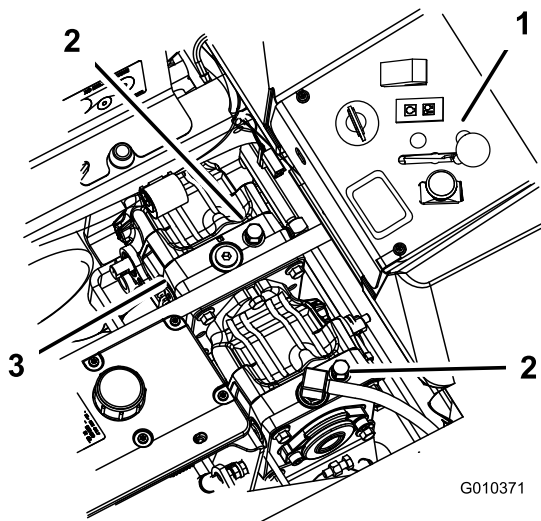

Figura 31
2. Gire las válvulas de desvío una vuelta en sentido antihorario. Esto permite que el aceite hidráulico se desvíe alrededor de la bomba, dejando que las ruedas giren (Figura 31).
Gire las válvulas de desvío una vuelta en el sentido de las agujas del reloj para conducir la máquina (Figura 31).